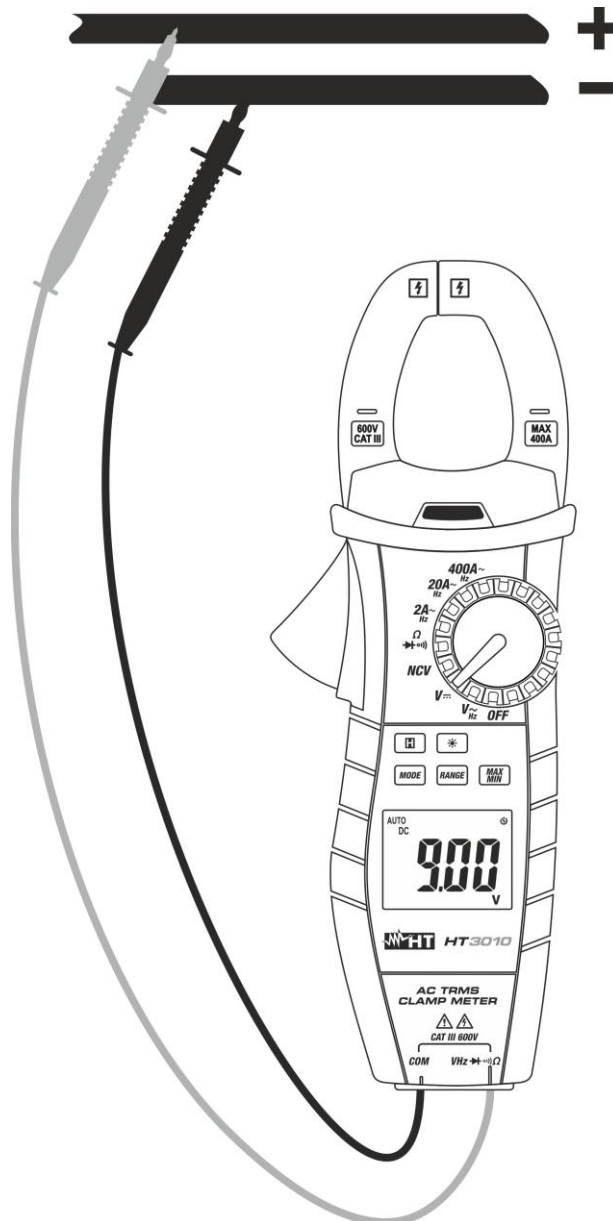

Fig. 3: Uso del instrumento en medida de Tensión CC
3. Posicione las puntas de prueba en los puntos deseados del circuito en examen (ver Fig. 3). El valor de la tensión se muestra en pantalla
5. La visualización del símbolo "**-**" sobre el visualizador del instrumento indica que la tensión tiene sentido opuesto respecto a la conexión de la Fig. 3